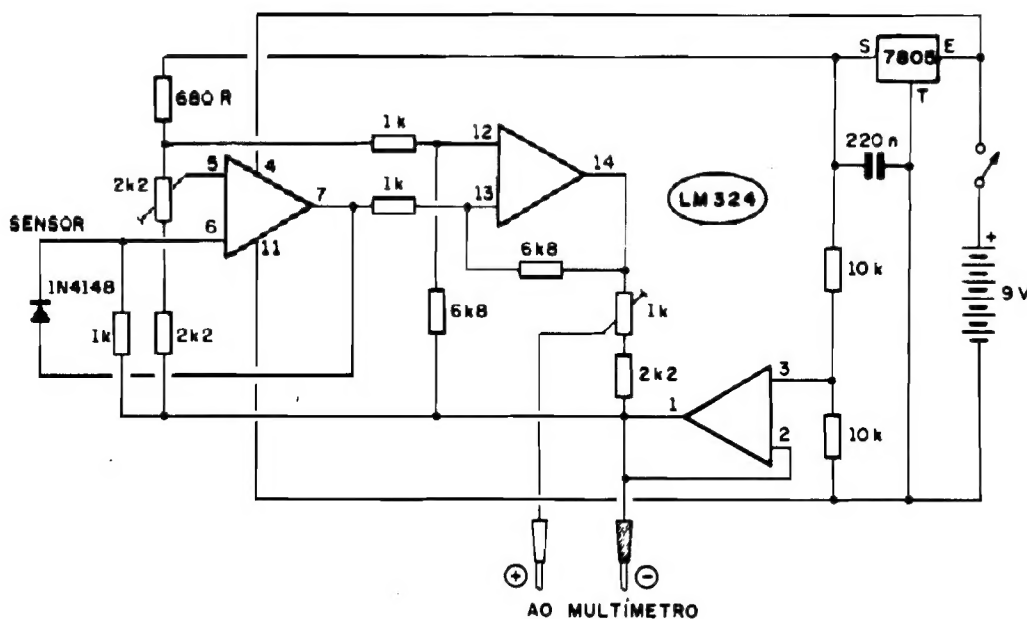

Fig.1
- FIG. 1 - O CIRCUITO - Os Leitores/Hobbystas assíduos já sabem que um mero diodinho de silício, desses de uso geral, tipo 1N4148, pode ser efetivamente usado como sensível e razoavelmente linear "medidor" de Temperatura, uma vez que a diferença de potencial ("voltagem") que se determina através da sua junção semicondutora PN é sempre proporcional, linearmente em boa faixa, à Temperatura ambiente... Essa manifestação ou comportamento, contudo, ocorre na casa dos milésimos de volt. Assim, com o auxílio de uma boa dose de amplificação linear (um Integrado, contendo Amplificadores Operacionais, é uma "mão na roda" pra isso...) podemos transformar aquela variação milivoltagem numa excursão bem mais ampla, facilmente "enxergável" pela entrada de um multímetro digital convencional, desde que esteja chaveado para trabalhar como Voltímetro, em fundo de escala tão próximo possível de 1V (pode ser usada a faixa de 2 VCC, presente na grande maioria dos multímetros digitais...). Tecnicamente, no circuito, o bloco de Entrada é formado pelo Amp.Op. delimitado pelos pinos 5-6-7 (1/4 de LM324), cuja Entrada Não Inversora (pino 5) recebe uma